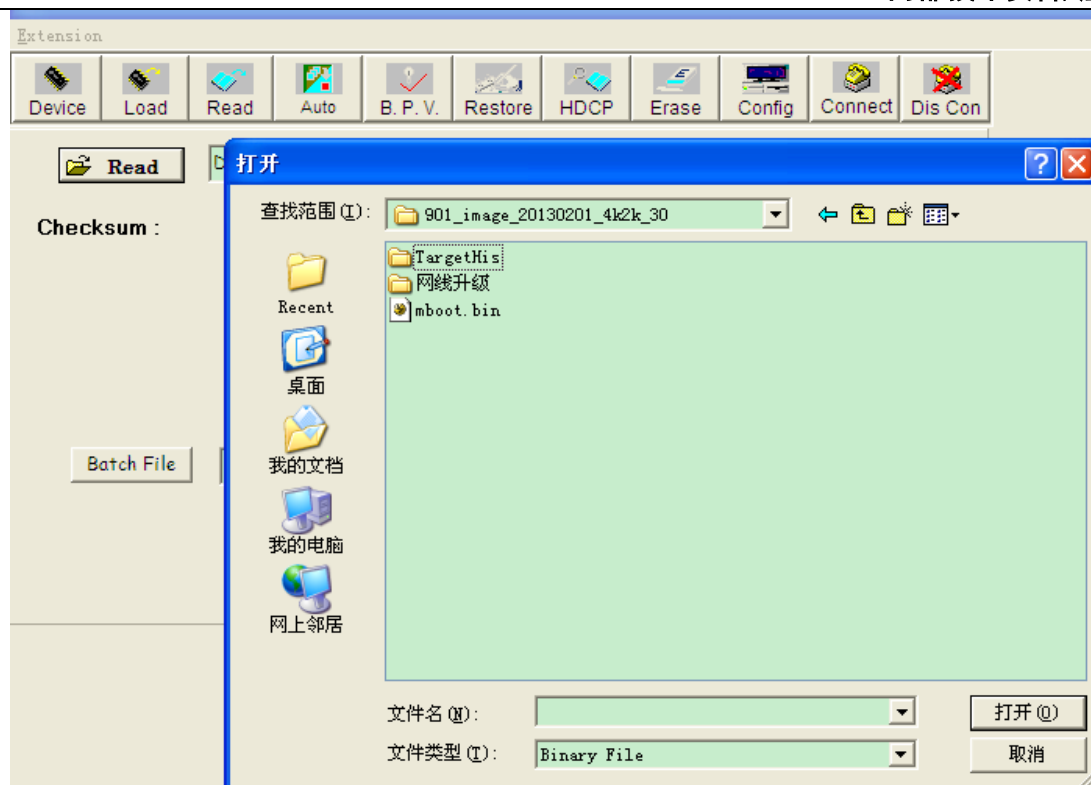

图 3.5
- 8) 点击“Read”按钮, 弹出文件选择的对话框, 找到我们用的 Mboot 的 bin 文件, 点击“打开”, 即可选择到我们要升级的 Mboot 文件, 如下图 3.5。